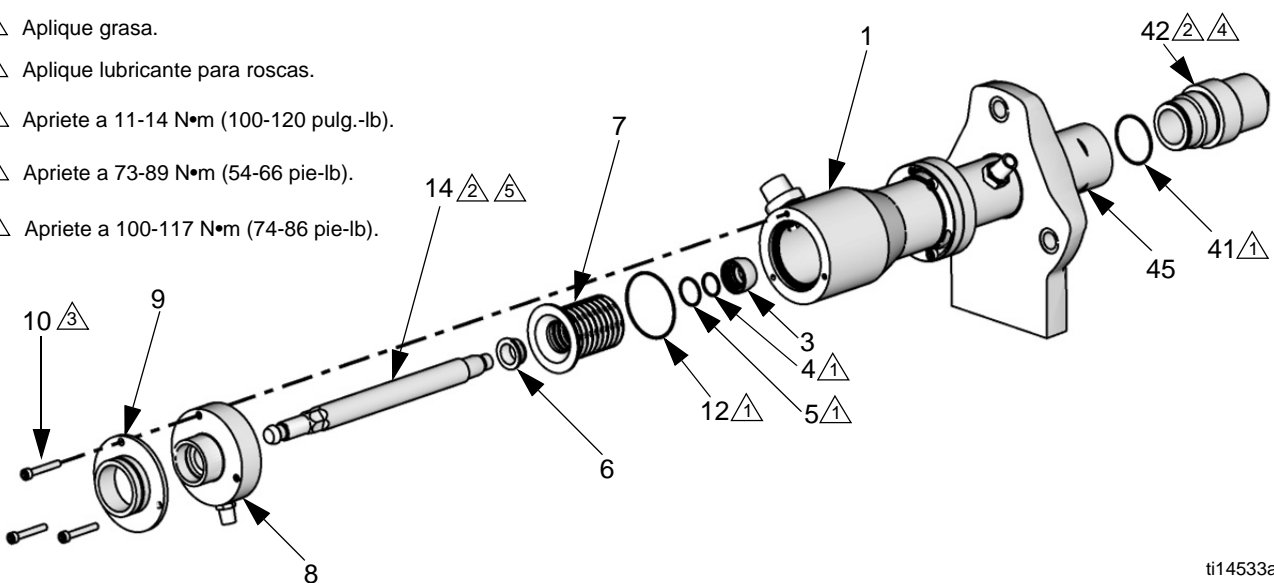

FIG. 6. Sustituya el fuelle.
7. Consulte FIG. 6. Extraiga la biela (14) y el fuelle (7) hacia afuera por la parte superior de la cámara (1). Deje la cámara de fuelle (1) fija en la tuerca de la empaquetadura.
8. Retire el casquillo del fuelle (6) y el fuelle dañado (7).
9. Retire el casquillo elástico (3). Retire y deseche las juntas tóricas (4, 5).
13. Engrase el exterior del eje de la varilla de desplazamiento y el pistón, cerca de los ejes. Empuje la varilla y el pistón en el cilindro (27).
15. Vea la FIG. 6, página 12. Coloque la junta tórica (12) sin apretar alrededor del fuelle (7). Empuje la biela (14), con el fuelle totalmente montado (7) en la cámara (1). Apriete la biela con la mano.
16. Sostenga la parte hexagonal de la biela (14) y utilice una llave dinamométrica para girar el pistón (45). Apriete a 100-117 N•m (74-86 pie-lb).
17. Coloque la tapa superior (8) en la biela (14). No apriete.
18. **Si sustituye la cámara de desbordamiento:** pida el Kit 24E298 (consulte la página 25). Coloque la nueva junta con forma de D (106) en la biela (14). Sostenga la biela con una llave de 19 mm (3/4 pulg.). Coloque y apriete la tuerca de retención (105). Apriete a 11-14 N•m (100-120 pulg.-lb). **No apriete en exceso.**
19. Instale una junta tórica de tapa de la base (41) nueva. Engrase e instale la tapa de la base (42). Apriete a 73-89 N•m (54-66 pie-lb).
20. Empuje el eje del motor hacia arriba. Deslice la tuerca de acoplamiento (55). Instale los collares de acoplamiento (56).
22. **Si sustituye la cámara de desbordamiento:** Inserte la junta tórica (102) en la tapa (101). Apriete la botella nueva (103) con la tapa (101) fija en el accesorio (104).
23. Gire la biela (14) para alinear los agujeros de la tapa superior (8) con los agujeros de la cámara del fuelle (1). Vuelva a fijar la tapa superior (8) y el espaciador de montaje del blindaje (9). Apriete los tornillos (10) a 11-14 N•m (100-120 pulg.-lb).